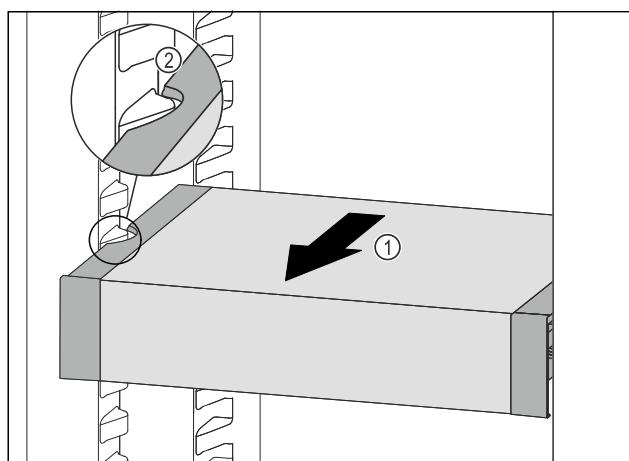

Fig. 85
- ▶ Вытаскивайте VarioSafe вперед Fig. 85 (1), пока боковые выемки VarioSafe не окажутся на высоте выступа резервуара в холодильном отделении. Fig. 85 (2)